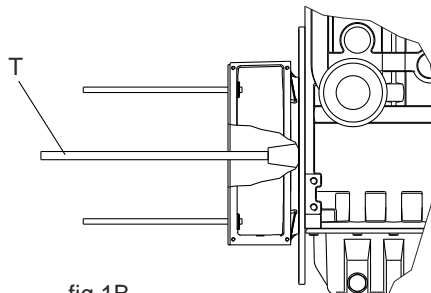

fig.1B
- 3) Applicare il tirante T per il fissaggio assiale del rotore avvitandolo a fondo sulla sporgenza dell'albero motore (fig.1B).
- 3) Apply the rod T for the axial clamping of the rotor, and screw it tight on the engine shaft. (fig.1B).
- 3) Montez la tige centrale T pour la fixation axiale, la vissant a fond sur le bout d'arbre du moteur (fig.1B).
3) Die Zugstange T für die Achsbefestigung des Rotors durch vollständiges Einschrauben auf dem Überstand der Motorwelle anbringen (fig.1B).
3) Montar el tirante T para la fijación axial del rotor atornillándolo a fondo sobre el saliente del cigueñal del motor (fig.1B)